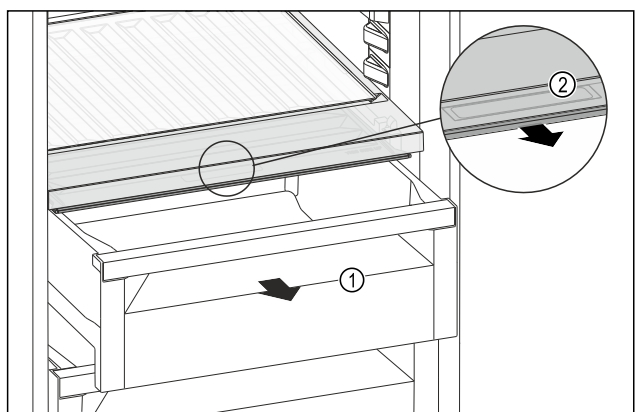

Fig. 107
- Schuifvak Fig. 107 (1) uittrekken.
- Greeplijst Fig. 107 (2) op het vakdeksel vastpakken en het vakdeksel gelijktijdig naar voren trekken.